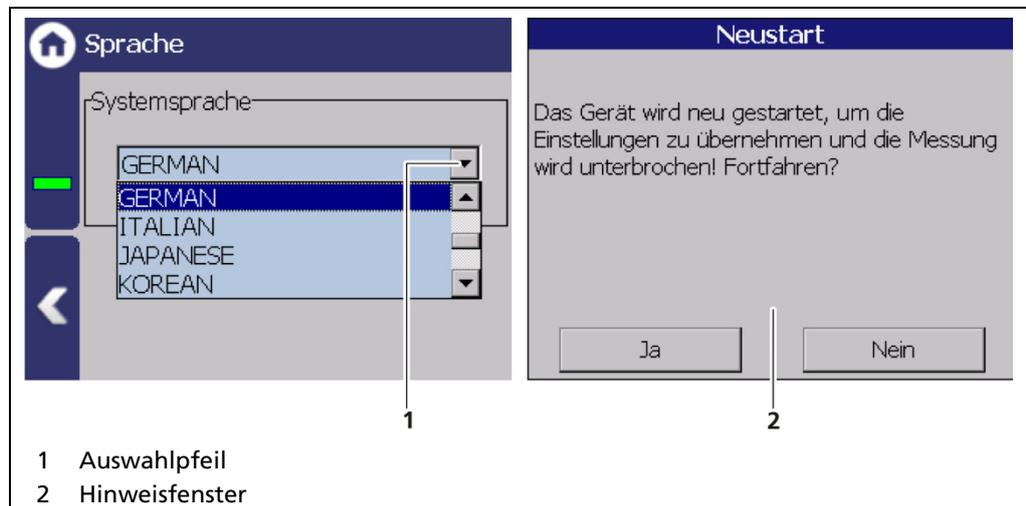

Abb. 46 Sprache
1. Klicken Sie auf den Auswahlpfeil (Abb. 46, Pos.1) und wählen Sie eine Sprache aus.